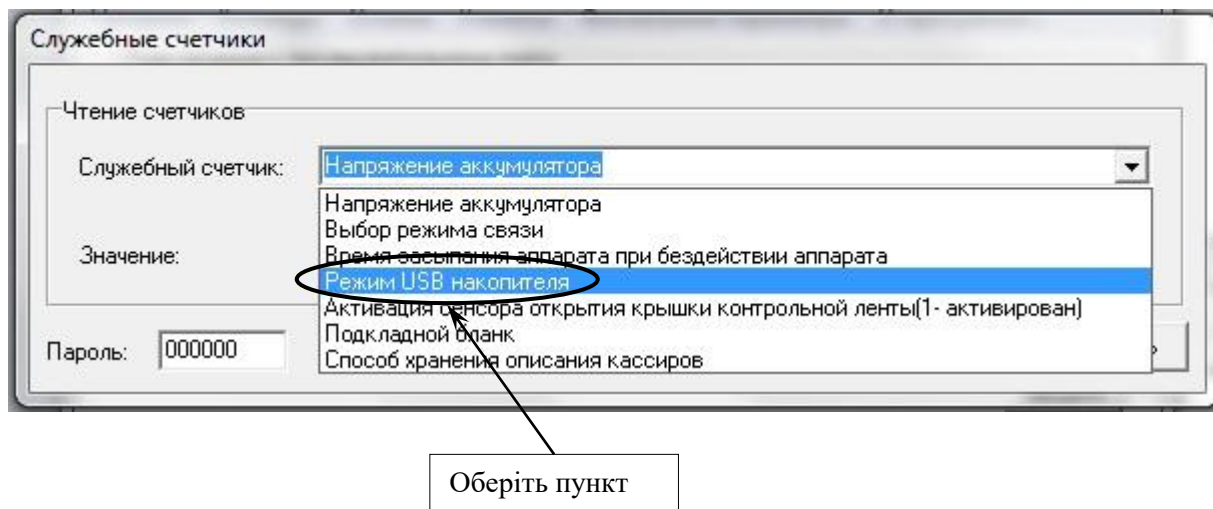

Рисунок 38
– у вікні, що з'явилося, у випадаючому списку поля «Служебный счетчик» обрати пункт «Режим USB накопителя» (рисунок 38);